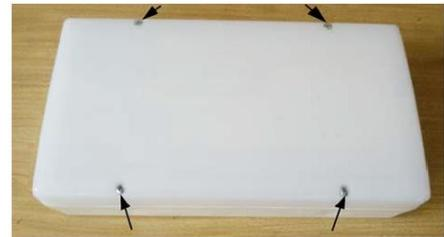

Рис. 1
- 4.2. Распаковать светильник. Снять рассеиватель при помощи отвертки, вывинтив четыре винта, со стороны рассеивателя. (см. рис. 1).